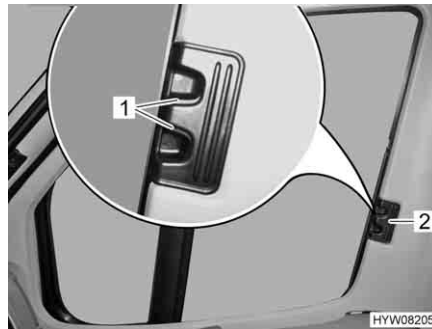

Bild 86    **Faltverdunklung für Fahrer-/Beifahrerfenster**
- Entriegelungsgriffe (Bild 86,1) zusammendrücken und gedrückt halten.
- Die Faltverdunklungen für das Fahrerfenster und das Beifahrerfenster am Griff (Bild 86,2) zur anderen Fensterseite ziehen und an den Magnetstreifen aneinanderfügen.
- Die Faltverdunklungen für das Fahrerfenster und das Beifahrerfenster am Griff (Bild 86,2) bis zum Anschlag einschieben.
- Entriegelungsgriffe (Bild 86,1) loslassen und einrasten lassen.